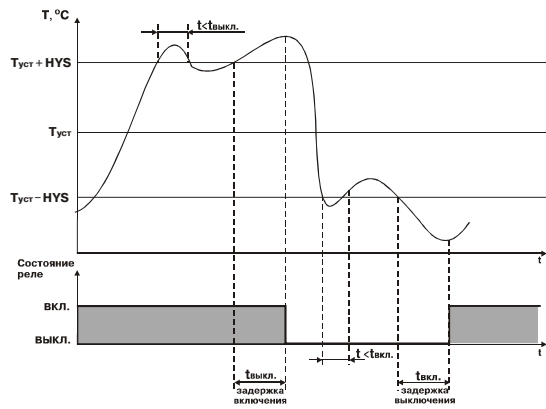

Рис. 7
3.1.5.1.2. Для ЛУ, работающего в режиме двухпозиционного регулирования, может быть задано время задержки включения и время задержки выключения (рис. 7).